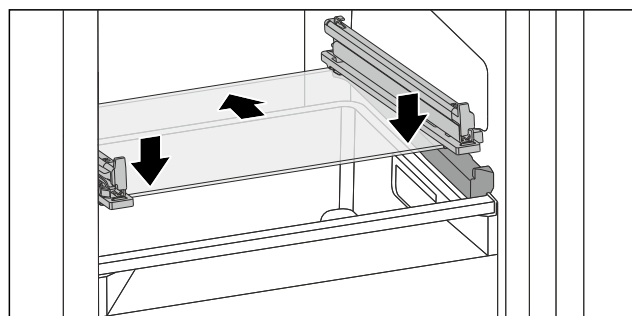

Fig. 71 Glasplatte des abklippbaren Schubfachs
- Glasplatte schräg hinter den Stopperr aufsetzen. (siehe Fig. 71)